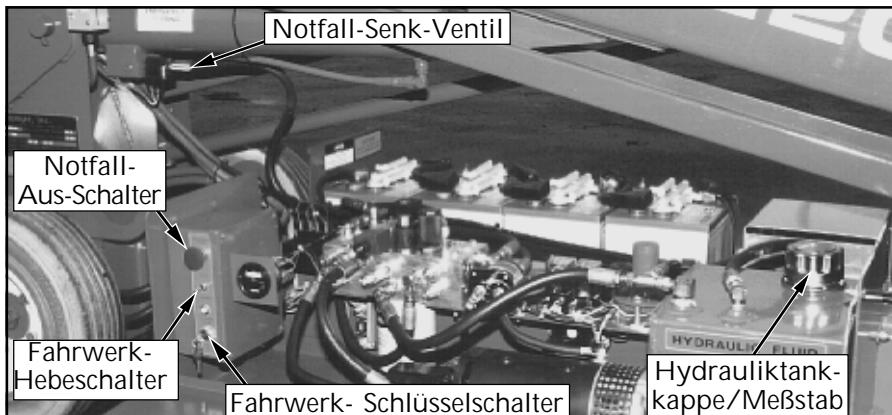

Bild 1: Fahrwerk, Steuermodul
9. Ziehen Sie die Fahrwerk- und Korb-Notfall-Aus-Schalter heraus auf AN (ON) (Bild 1 & 2).
10. Drehen Sie den Fahrwerk-Schlüsselschalter (Bild 1) auf FAHRWERK (CHASSIS).
11. Drücken Sie den Fahrwerk-Hebeschalter (Bild 1) in die HEBE-Stellung (LIFT) und lassen Sie die Hubbühne ganz ausfahren.
14. Ziehen Sie das Fahrwerk-Notfall-Senk-Ventil (Bild 1) heraus, um die korrekte Funktion zu überprüfen. Sobald der Korb ganz abgesenkt wurde, schließen Sie das Ventil durch Loslassen des Griffes.
15. Drehen Sie den Fahrwerk-Schlüsselschalter (Bild 1) auf DECK.
19. Ziehen Sie den Notfall-Aus-Knopf heraus in die AN-Stellung (ON).
Der Griff des Notfall-Senk-Ventils befindet sich am Fuß des Hebezylinders (Bild 1).